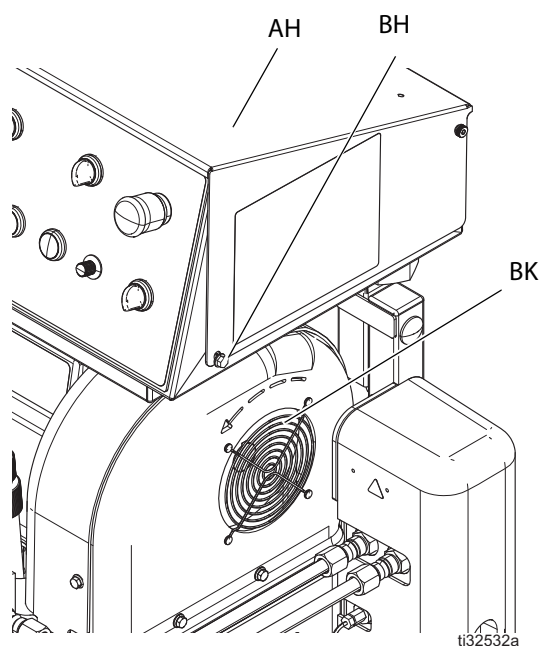
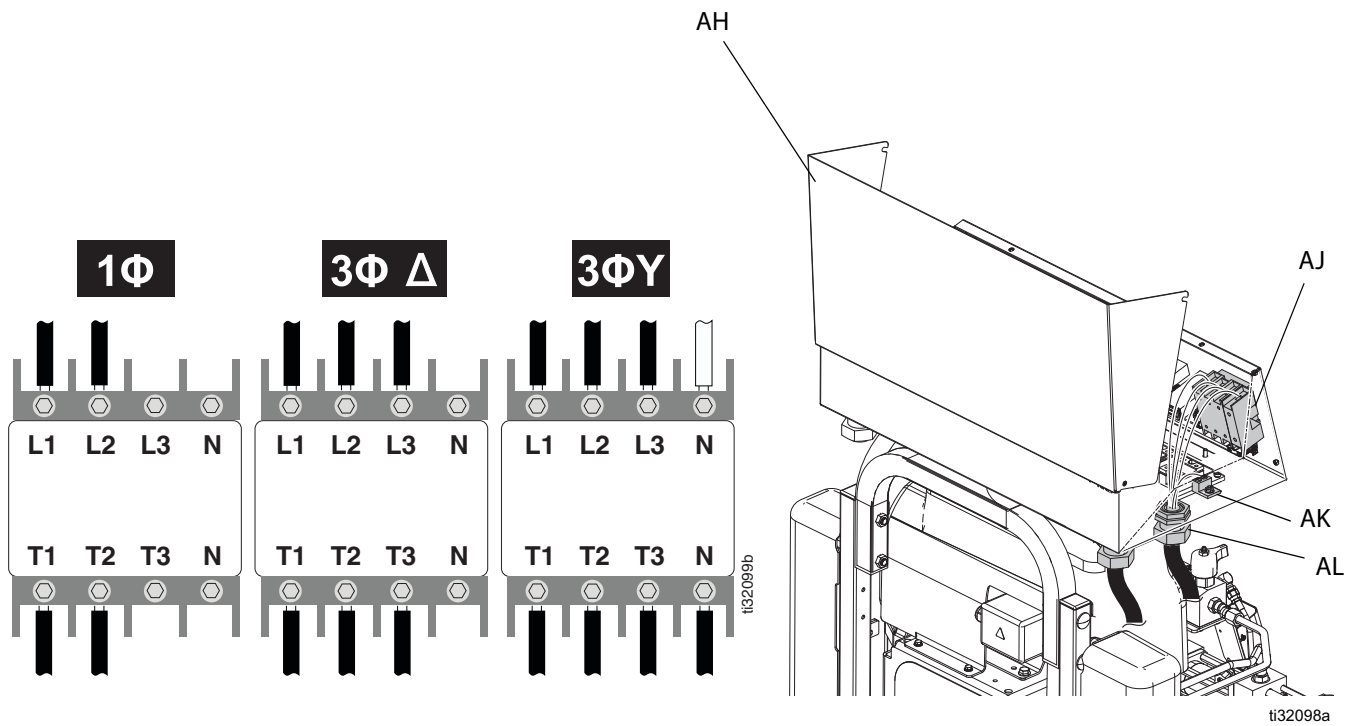

Рис. 7: Вращение электрического двигателя
Рис. 8: Подключение проводов питания
2. Поверните ручку главного выключателя питания (CE) в положение ВЫКЛ.
3. Откройте дверцу электрического блока (АН), для чего ослабьте болты (ВН) и поднимите дверцу вверх. См. Рис. 8.
4. Проложите кабель питания через кабельный ввод (AL) в электрическом блоке (С). Затяните кабельный ввод (AL). См. Рис. 8.
5. Подключите провода питания к клеммам главного выключателя (AJ) и наконечнику основного заземляющего проводника (AK), как показано на Рис. 8. Затяните с усилием 6,2 Н·м (55 дюймофунтов). Легко надавите на все соединения, чтобы убедиться в том, что они зафиксированы.
- a. **230 В, однофазный ток:** С помощью универсального шестигранного гаечного ключа на 4 мм (5/32 дюйма) подключите два провода питания к контактам L1 и L2. Подключите зеленый провод к наконечнику заземляющего проводника (AK).
- b. **230 В, трехфазный ток:** С помощью универсального шестигранного гаечного ключа на 4 мм (5/32 дюйма) подключите три провода питания к контактам L1, L2 и L3. Подключите зеленый провод к наконечнику заземляющего проводника (AK).
- c. **400 В, трехфазный ток** С помощью универсального шестигранного гаечного ключа на 4 мм (5/32 дюйма) подключите три провода питания к контактам L1, L2 и L3. Подключите нейтраль к контакту N. Подключите зеленый провод к наконечнику заземляющего проводника (AK).
6. Проверьте правильность направления вращения вентилятора электрического двигателя (BK). См. Рис. 7.
7. Убедитесь в правильном подключении всех элементов, как показано на Рис. 8. Закройте дверцу электрического блока (АН) и затяните болты (ВН).